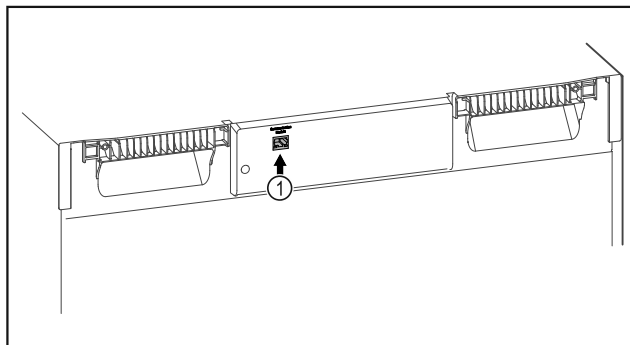

Fig. 89
- Está SmartModule Fig. 89 (1).